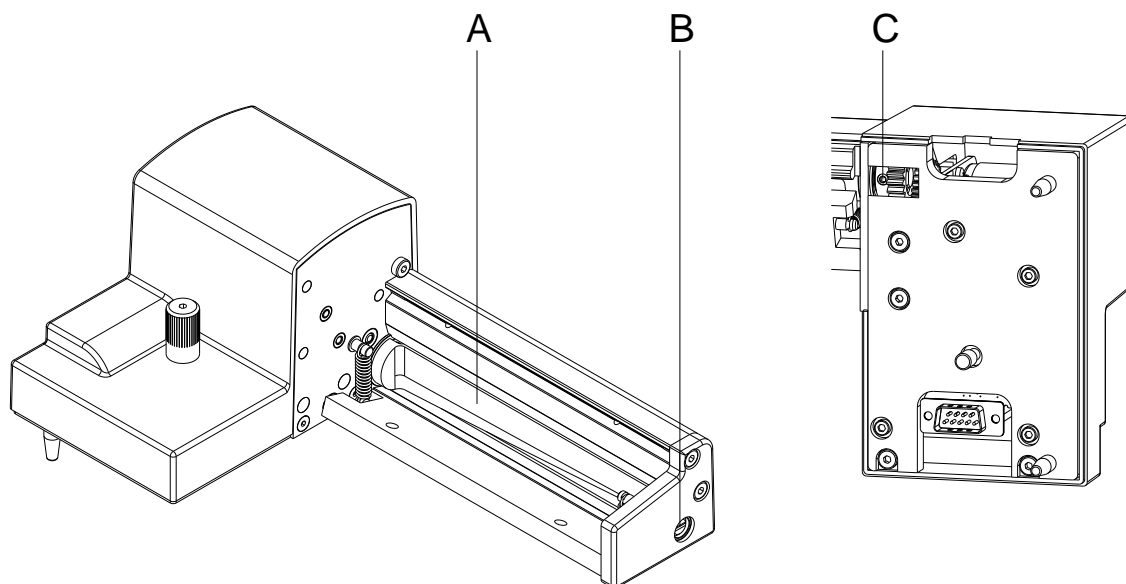
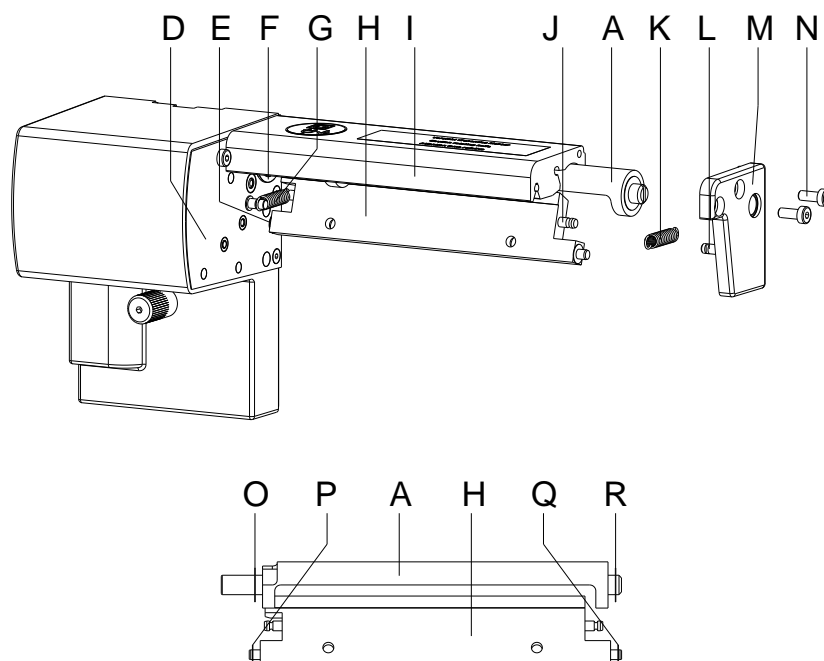

Figure 16
Figure 17
Lors du démontage, fixer les rondelles d'ajustage (O, P, Q, R, Figure 17) sur les axes de l'axe de massicot (A) et la lame de massicot (H, Figure 17).
1. Desserrer les vis (N, Figure 17) et retirer la plaque d'appui (M, Figure 17). Le ressort (K) est détendu.
2. Retirer le ressort (K, Figure 17) de la lame de massicot (H, Figure 17).
3. Tirer l'axe de massicot (A) de son roulement (F, Figure 17). Le ressort (G, Figure 17) est détendu.
4. Enlever le ressort (G, Figure 17) et la lame de massicot (H, Figure 17).
5. Insérer l'axe de la nouvelle lame de massicot (H) avec le disque de synchronisation (P) dans le coussinet (E) sur le panneau de montage (D).
6. Suspendre le ressort (G) à l'état détendu sur les broches du panneau de montage (D) et la lame de massicot (H).
7. Pousser la lame de massicot (H) vers l'arrière. Le ressort (G) est tendu.
8. Insérer l'axe de la nouvelle lame de massicot (A, Figure 16) avec le disque de synchronisation (O) dans le coussinet (F) sur le panneau de montage (D).
9. Placer le disque de synchronisation (Q) sur l'axe de la lame de massicot et le disque de synchronisation (R) sur l'axe de l'axe de massicot (A, Figure 16).
10. Suspendre le ressort (K) à l'état détendu sur les broches (J et 12) de la lame de massicot (H) et la plaque d'appui (M).
11. Placer la plaque d'appui (M) sur les axes de massicot (A et H, Figure 16). Le ressort (K) est tendu.
12. Fixer légèrement la plaque d'appui (M) avec des vis (N) au profile (I).
13. Aligner la plaque d'appui (M) avec précision sur le profile (I) et serrer les vis (N).
14. Resserrer la tige filetée (C, Figure 16) sur la transmission.
15. Lubrifier l'axe de massicot (A, Figure 16) (voir le chapitre 4.5, page 18) et remettre-le dans la position initial (voir le chapitre précédent).